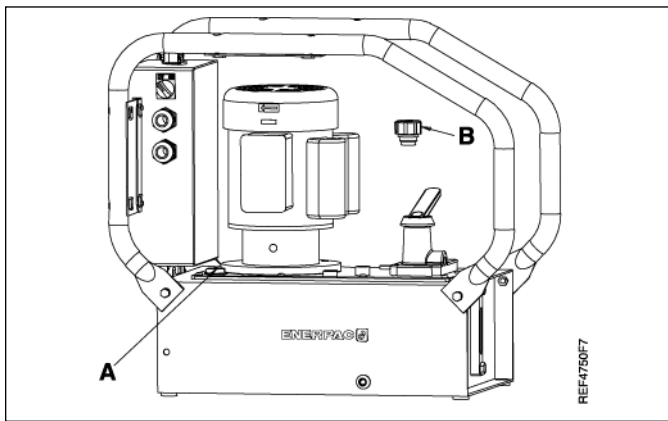

Figura 5
4.5 Tampa do Respiro (Veja Figura 5)